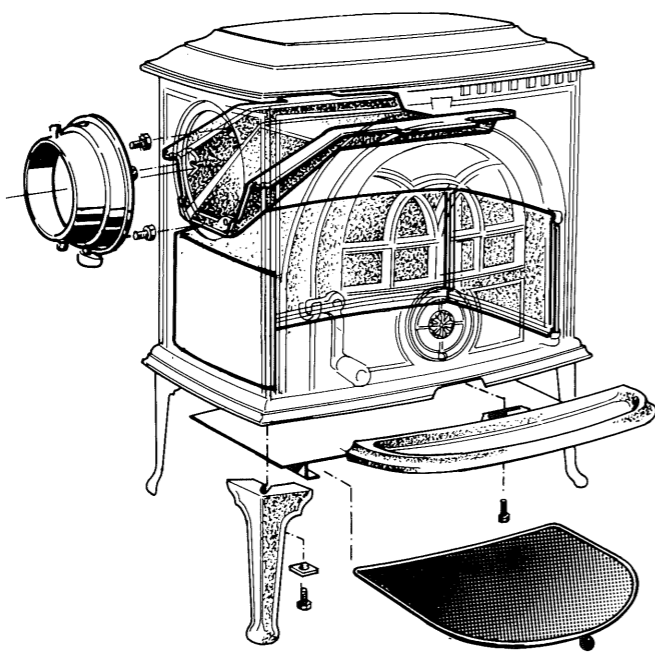

Fig. 8
6. En liten boks svart Senotherm er vedlagt peisen til reparasjon av eventuelle riper i lakken på uemaljerte peiser, se fig. 8.
Redusert trekk gir økt brenntid. Se fig. 8.